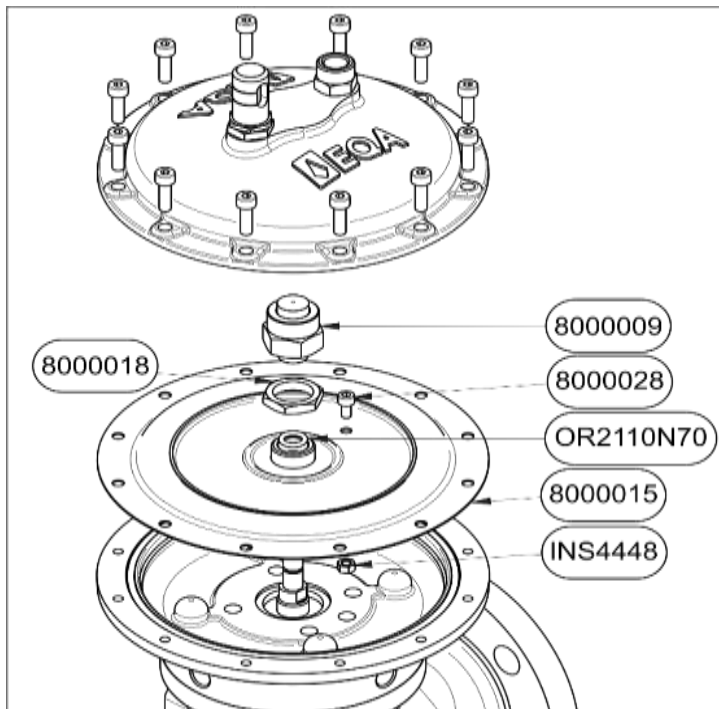

fig. 12
3. Retire los 4 Tornillos INS0144 que unen el actuador al cuerpo y retire el soporte piloto y el actuador del regulador. (ver fig. 12).